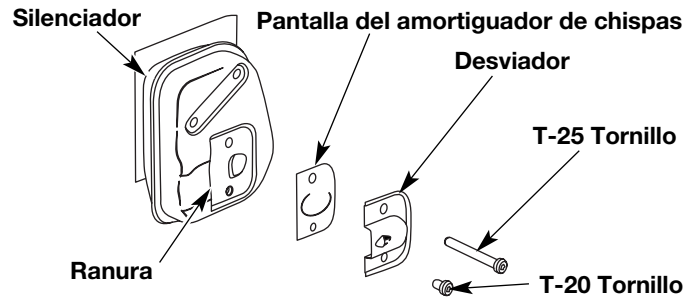

Fig. 32
- Con un destornillador de vástago plano o broca Torx T20 y Torx T25, saque el tornillo que conecta la cubierta del amortiguador de chispas al silenciador (Fig. 32).